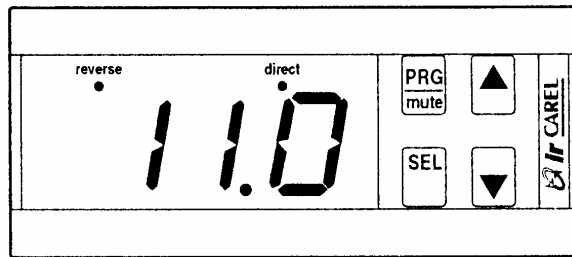

Рис. 4
2.5.1 ЭЛЕКТРОННЫЙ ТЕРМОСТАТ (Рис. 4)